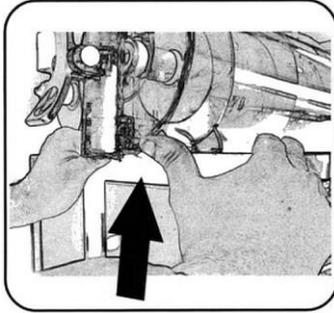

Fig. 19
3. Pour se faciliter le retrait du réservoir, suivre les consignes indiquées sur les figures 19 et 20.